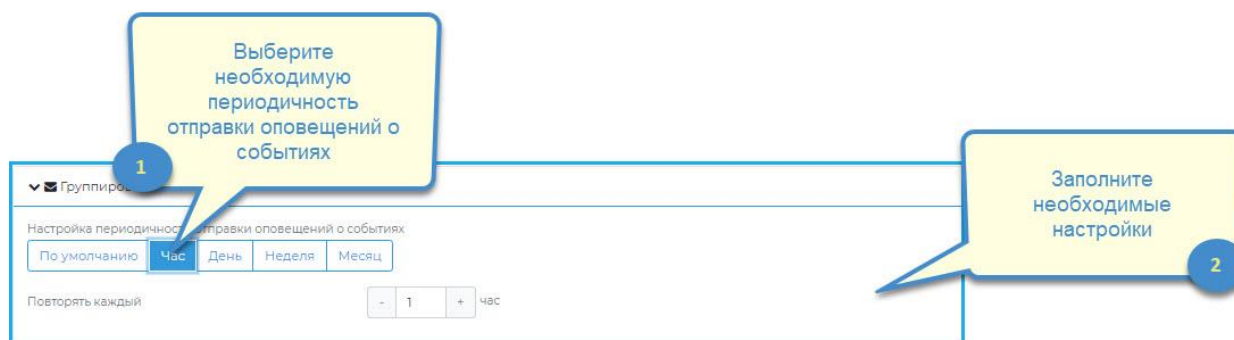

Рисунок 13 – Форма настройки пользователя (группировка оповещений/час)
- Положение "Час" ("Повторять каждый ... час"). Предназначено для определения интервала, через который будут приходить сгруппированные оповещения (Рисунок 13).